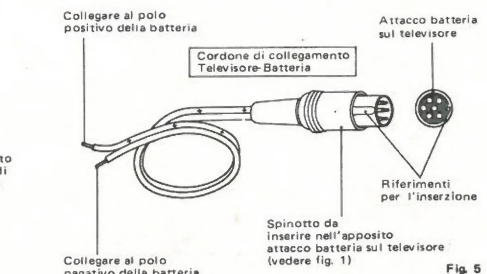

Fig. 5
- Il collegamento televisore-batteria si esegue come indicato nella fig. 5 utilizzando l'apposito cordone fornito a corredo.